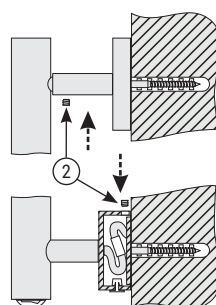

Рис.5
- 4.15. Прижать до упора весь ЭПС к стене и с усилием зафиксировать стопорные винты в кронштейнах и в корпусе коробки (рис. 5).